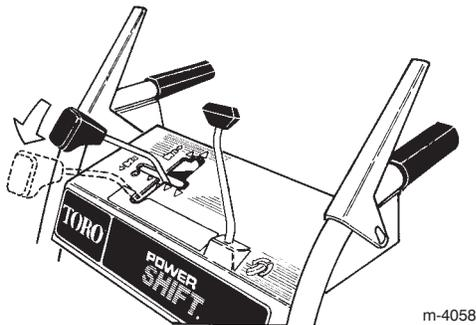

Bild 11
8. Bringen Sie die Räder in die *hintere* Power Shift-Position, indem Sie an den Handgriffen nach oben ziehen und den Schalthebel ganz nach vorne bewegen (Bild 11).